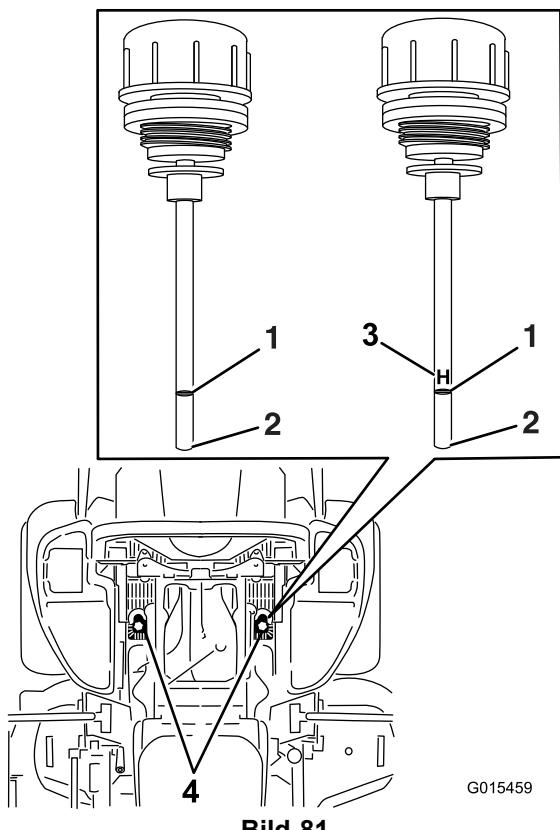

Bild 81
6. Reinigen Sie den Bereich um die Ölpeilstabe der Hydraulikanlagenbehälter (Bild 81).
7. Nehmen Sie einen Ölpeilstab aus dem Hydraulikbehälter heraus (Bild 81).
9. Ziehen Sie den Ölpeilstab heraus und schauen Sie das Ende an (Bild 81). Wenn der Ölstand an der Auffüllen-Marke liegt, gießen Sie langsam so viel Öl in den Hydraulikbehälter, um den Ölstand auf die Voll-Marke oder die H-Linie anzuheben.